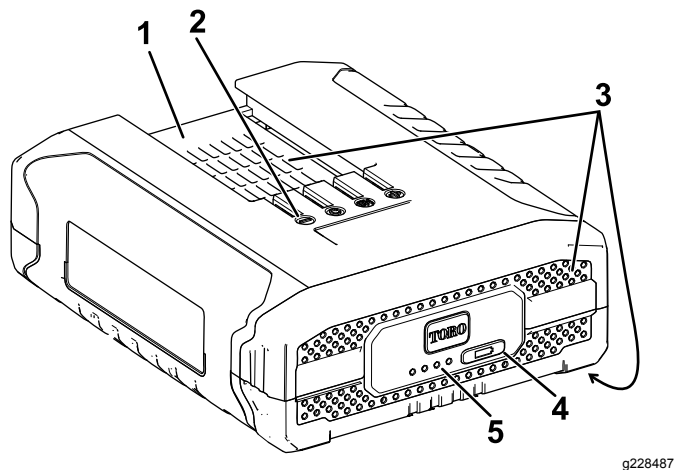

Figure 10
3. Alignez le creux de la batterie (Figure 10) sur la languette du chargeur.